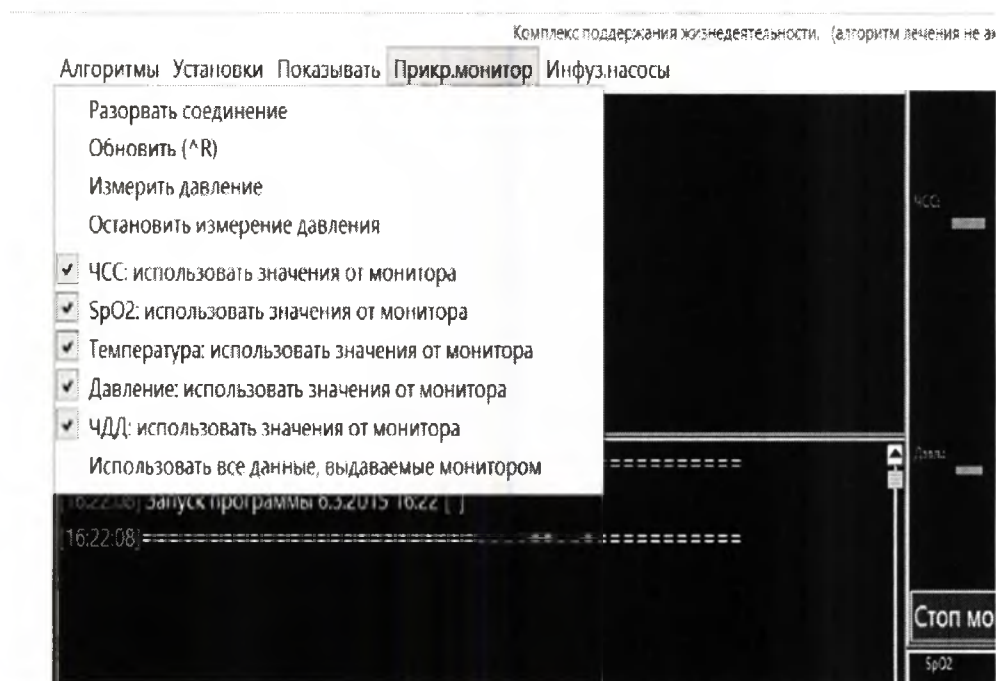

Рисунок 20. Выбор необходимых пунктов использования данных от монитора.
2.3.4.4.1 В рамках меню *Прикр.монитор* можно выбрать, какие данные от датчиков отображать. Для этого необходимо отметить требуемые пункты в меню. Если необходимо использовать все данные от монитора, то нужно отметить пункт *Использовать все данные, выдаваемые монитором* (рис. 20)
2.3.4.4.2 При возникновении сбоев в отображении информации о физиологических параметрах рекомендуется в меню *Прикр.монитор* выбрать пункт *Обновить*, а в случае сохранения проблем выбрать пункт *Разорвать соединение*, а далее для соединения Комплекс-С с монитором пациента опять выбрать пункт *Обновить* (рис. 20)